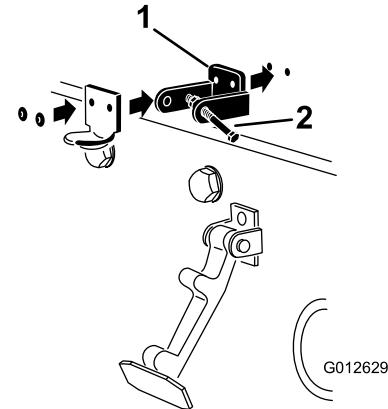

Bild 16
**Hinweis:** Die Riegelhalterung muss an der Haube anliegen (Bild 16). Nehmen Sie die Schraube und Mutter nicht vom Halterungsarm für den Riegel ab.
5. Nieten Sie die Halterungen und Scheiben an die Haube (Bild 16).